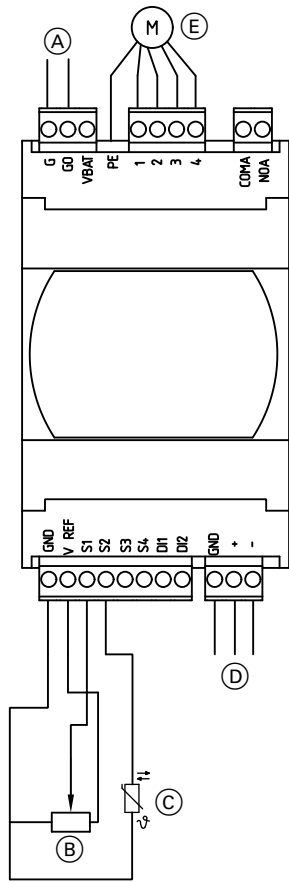

Abb. 85
- (K) Statureingang Sanftanlasser
- (L) Statureingang Sicherheitschutz
- (M) Niederdruckschalter
- (N) Spannung 230 V~
- (P) Typ AWO 302.B25 und B40: Elektrische Begleitheizung (Ölsumpfheizung)
- (Q) 4-Wege-Umschaltventil
- (R) Ansteuerung Ventilator
- (S) Ansteuerung Verdichter 2
- (T) Ansteuerung Verdichter 1
- (U) Modbus-Verbindungsleitung zur Regler- und Sensorleiterplatte, Anschluss X18
- (V) Typ AWO 302.B60: Modbus-Verbindungsleitung zur EEV-Leiterplatte [6], Anschluss (D) in Abb. 85